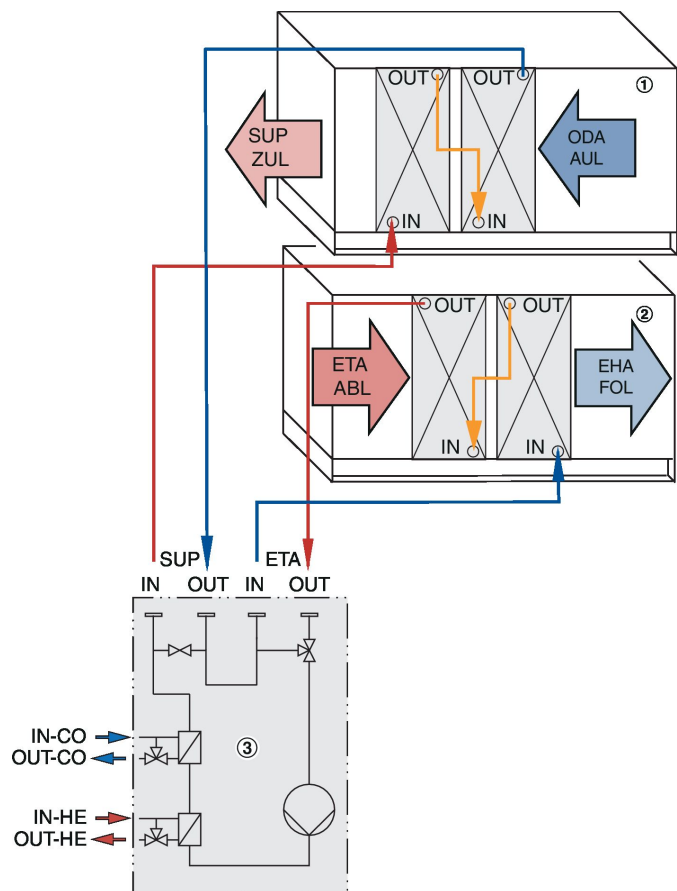

Abb. 21: Hydraulischer Anschluss (Beispiel)
- ① Zuluftgerät
- ② Abluftgerät
- ③ Hydraulikstation
1. ▶ Rohrverbindung zwischen Wärmeübertrager und Hydraulikstation herstellen (Abb. 21).
2. ▶ Bei KV-Systemen mit externer Einspeisung, die Anschlüsse zur Externen Einspeisung herstellen (Abb. 21).